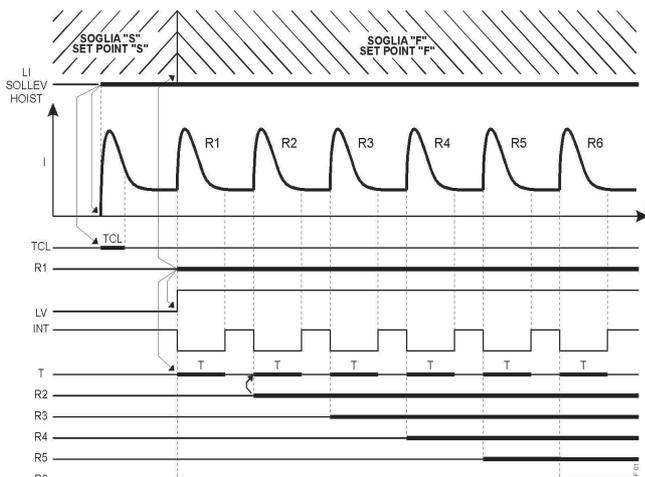
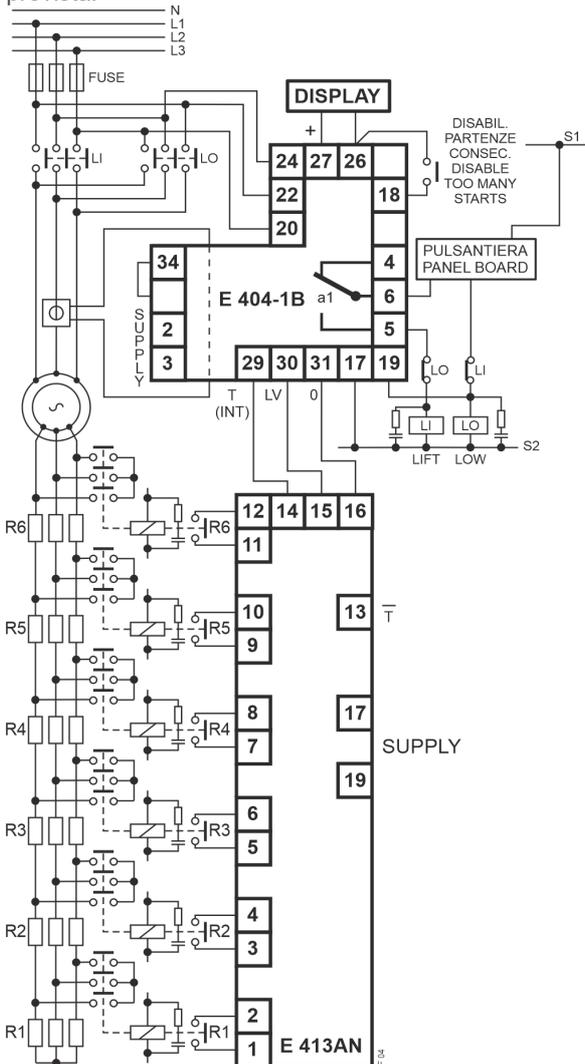

Fig.1
Fig. 4
La soglia "S" è attiva durante la prima fase del sollevamento fino alla disinserzione del 1° gruppo di resistenze (R1) (escluso per il tempo TCL) (fig. 1).
The set point "S" is operative during the first hoisting phase up to the first groups of resistances goes out (R1) (except during the time TCL) (fig. 1)
Tempo di cecità ripetitivo ad ogni disinserzione di un gruppo di resistenze (fig.1) (0,1÷2sec) regolabile a cacciavite su E 413AN. Se il disinserimento di un gruppo di resistenze avviene nel corso di T, esso viene ignorato (non si avrà quindi la generazione del T corrispondente).
Il dispositivo sarà collegato come da schema di fig.4, per cui il motore partirà sempre in LENTA con le resistenze inserite. Alla partenza si ha la situazione di fig.1. Durante il TCL non
The device is connected according to the scheme fig. 4, and the motor will always start from the SLOW condition with the resistances on.. At the start, the condition is as per fig.1. During TCL no ALARM can take place. At the end of
Gli ingressi 31 (0V), 30 (L-V) e 29 (T) devono essere collegati alle rispettive uscite dell'E 413AN (v. Fig. 4).
I 6 ingressi dell'interfaccia E413AN (pin 1-2, 3-4, ecc) sono disaccoppiati otticamente dal resto della LOGICA e sono comandati da un contatto dei teleruttori che escludono le resistenze (v. fig. 4)-Corrente d'ingresso 4mA DC.
The wirings are as per fig 4 and caring that the CURRENT phase is connected to the pin 24. The device is connected to the three phase voltage, even when the motor does not work. Maximum section of the braid wires 2,5 mm², full wire 4 mm². (Wiring to an electrical board with a differential relay and sectionalizing switch). The length of every wiring of E 404-1B must be less than 30 m.
The inputs 31 (0V), 30 (L-V) e 29 (T) must be connected to the correspondent outputs of E 413AN (see Fig. 4.)
The 6 inputs of the interface E 413AN (pins 1-2, 3-4, etc) are optically decoupled from the remaining logic and they are activated by a contact of the contactors excluding the resistances (see fig. 4) - Input current 4mA DC.
and up to 6 resistance steps. (Fig. 4)
Può controllare con un unico modello, potenze da 1,5 kW a 21 kW - inserzione diretta. Per potenze superiori a 21 kW (40A), si dovrà ricorrere all'uso di TA esterni.../5 (fig.4).
One model only can monitor powers ranging from 1,5 kW to 21 kW-direct insertion. For motor with powers higher than 21 kW (40A) external CT.../5 have to be applied. (fig. 4). The device E 404-1-B+E 413A is installed inside the electric panel and it is not provided with mechanical components; so far it can be applied also on existing plants.